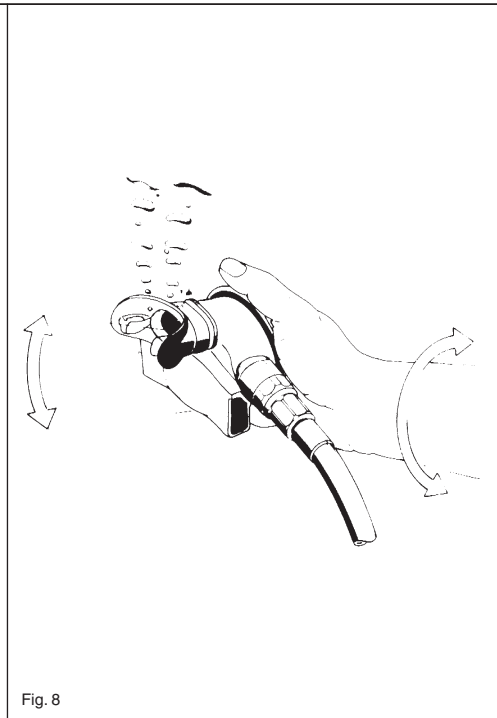

Fig. 8
- Wird die zweite Stufe aus dem Mund genommen, kann es zum Abblasen kommen. Drehen Sie die zweite Stufe dann einfach mit dem Mundstück nach unten und schütteln Sie sie leicht, damit sie sich mit Wasser füllt (Abb. 8). Bläst der Atemregler trotzdem ab, sollten Sie den Tauchgang sofort abbrechen.